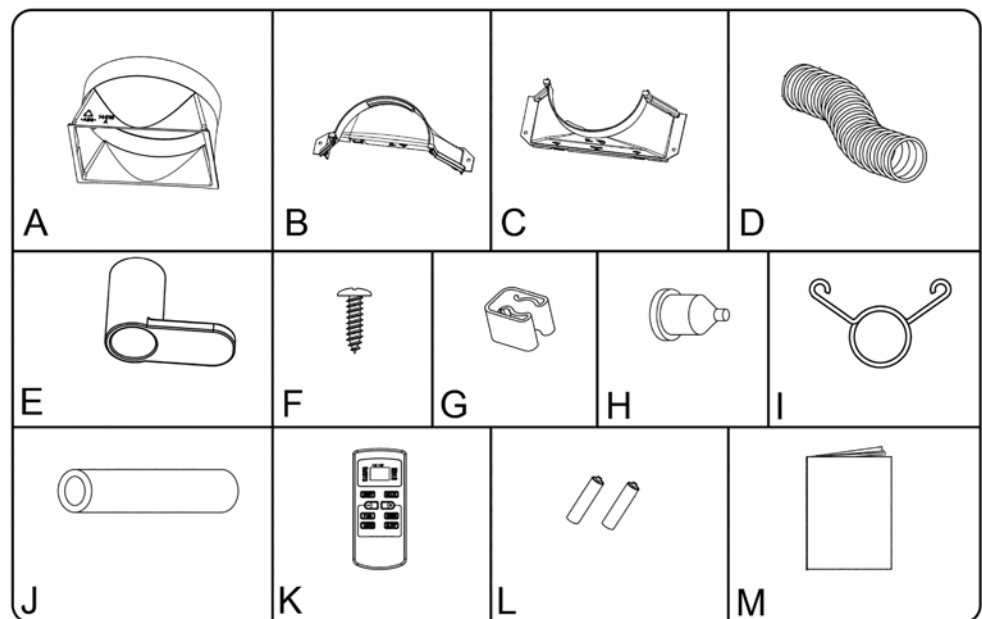
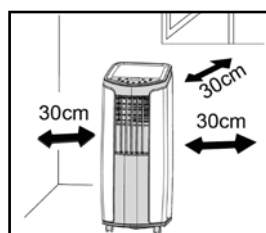

Figura 1
Figura 2
- 4 Empalme los dos acoples B y C (véase la figura 1) presionándolos firmemente en la dirección de la flecha (véase la figura 2). Gire a continuación el acople B y C sobre la tubería de aire.
- 6 Conecte la tubería de aire con el acople A (véase la figura 1) a la unidad de aire